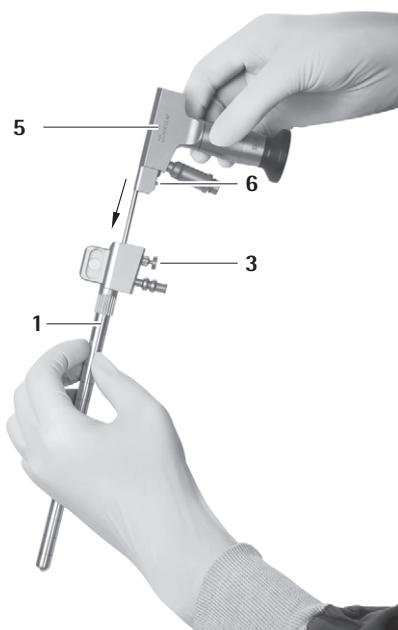
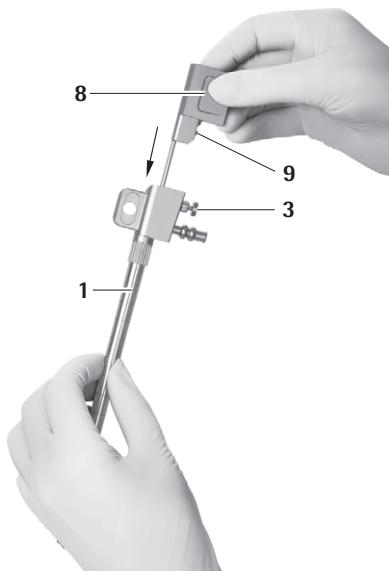

Fig. 14
Fig. 15
- ▶ Asegurarse de que el perno de bloqueo **6** del endoscopio **5** y el perno de bloqueo **9** del obturador para el canal de óptica **8** se encuentran en el mismo lado que el botón de desenclavamiento **3** del trocar MINOP InVent **1**, ver Fig. 14 y ver Fig. 15.